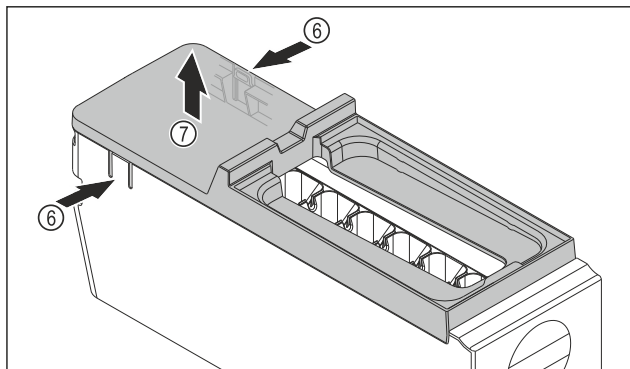

Fig. 79
- ▶ Vyjmutí krytu korpusu EasyTwist-Ice: Lamely Fig. 79 (6) na obou stranách korpusu EasyTwist-Ice stlačte jednou rukou.
- ▶ Kryt Fig. 79 (7) vyjměte druhou rukou nahoru.